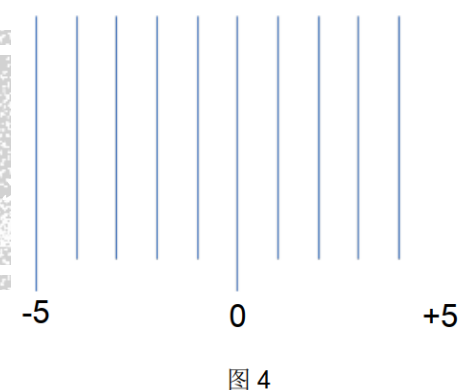

图 4
- 5、在完成基本要求部分工作时，需在平板上铺设一张如图 4 所示画有一组间距为 **1cm** 平行线的打印纸（**10cm $\times$ 6cm**），平行线与电机转轴平行。